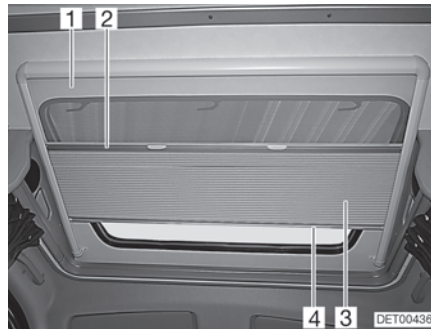

Fig. 46 Tragaluz
El estor plegable (Fig. 46,3) está unido fijamente con la protección contra insectos (Fig. 46,1).
- Coger el estor plegable por el centro de la tablilla final (Fig. 46,4) y tirar con cuidado hacia abajo.
- Regresar el estor plegable lentamente a su posición por la tablilla final (Fig. 46,4).
- Detener el centro de la tablilla final (Fig. 46,2) de la protección contra insectos y tirar con cuidado completamente hacia abajo.
- Regresar la protección contra insectos lentamente a su posición por la tablilla final del estor plegable (Fig. 46,4).